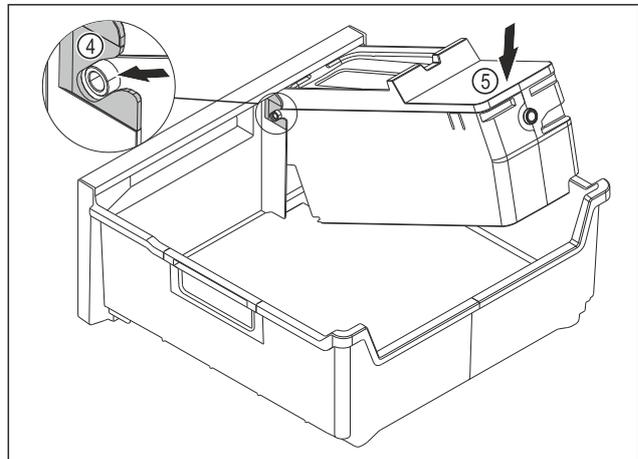

Fig. 91
- ▶ EasyTwist-Ice-Korpus montieren: Achsen des EasyTwist-Ice-Korpus in die Führungen Fig. 91 (4) einschieben.
- ▶ EasyTwist-Ice-Korpus Fig. 91 (5) hinten nach unten drücken.